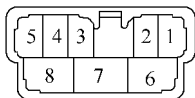

图 19-54 开关的接插件
(1) 检查前鼓风机开关。其开关的接插件如图 19-54 所示，端子的导通情况见表 19-15。